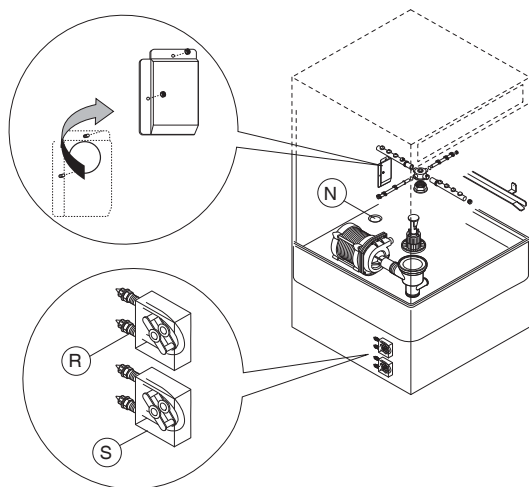

Figura 12
1. Lavastoviglie con pompa dosatrice detersivo incorporata (Figura 12).
2. Lavastoviglie con pompa dosatrice brillantante peristaltica incorporata (Figura 12).